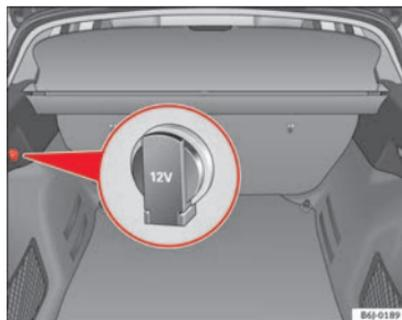

Fig. 87 Pormenor do revestimento lateral do porta-bagagens: Tomada de corrente de 12 Volts
- Levante a tampa da tomada de corrente ⇒ Fig. 87.